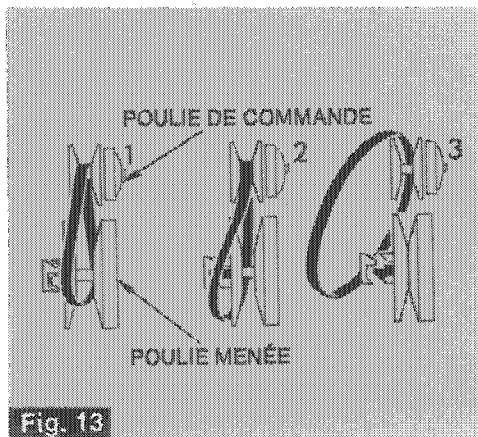

Fig. 13
1. Enlevez le garde-poulie ainsi que la courroie de commande (fig. 13). Ouvrez et maintenez la poulie menée dans cette position. (Tournez et poussez la moitié coulissante).
1. Capot levé, retirez le garde-poulie, puis enlevez la courroie de commande (fig. 13).